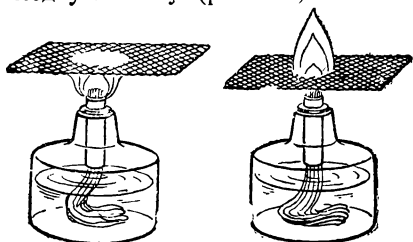

Рис. 77, 78. Опыты с медной сеткой.
■ **Опыт.** Зажгите спиртовую лампочку и опустите на пламя лампочки медную сетку (рис. 77). Пламя не проходит сквозь сетку.
Если в первом опыте (рис. 77) поднести горящую спичку к сетке над пламенем, то горение начинается и над сеткой. ■